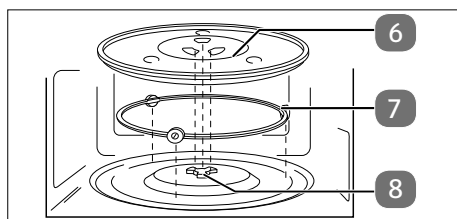

Abb. 3 – Glas-Drehteller einsetzen
- ▶ Nehmen Sie die Mikrowelle nicht ohne ordnungsgemäß eingesetzten Glas-Drehteller (6) in Betrieb.
- ▶ Überprüfen Sie, dass die Antriebswelle (8) korrekt in der Aussparung im Garraumboden steckt und mit ihren Flügeln plan auf dem Boden aufliegt. Drehen Sie ggf. die Antriebswelle (8), bis sie in ihre korrekte Position herabsinkt.
- ▶ Setzen Sie den Rollenring (7) in die Vertiefung im Garraum und legen Sie dann den Glas-Drehteller (6) mittig auf die Antriebswelle (8) (siehe „**Abb. 3 – Glas-Drehteller einsetzen**“), so dass die Stege des Glas-Drehtellers (6) zwischen den Flügeln der Antriebswelle liegen.